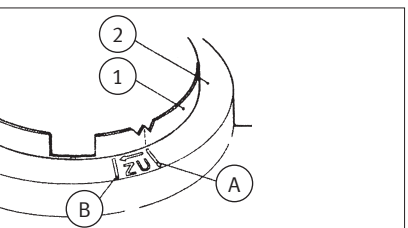

Abb. 10/ Fig. 01/ Puc. 10/图10
- **Audi four / five-cylinder with four-wheel drive**, Fig. 10:
- **Audi 4 cylindres / 5 cylindres avec entraînement toutes roues motrices**, fig. 10 :
- Audi 4-цил. / 5-цил. с приводом на все колеса,** рис. 10: